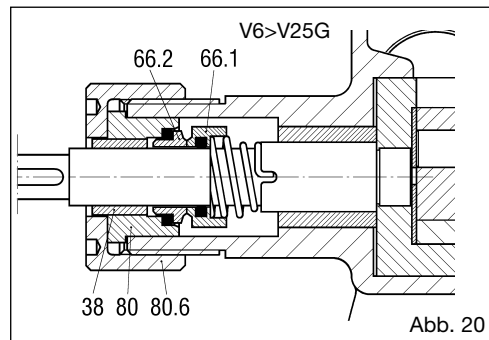

Abb. 20
- Die Feder (41) in den Sitz einsetzen und in Welle mit einer Presse in den Rotor zwingen. Die Feder (42) nicht montieren.
- Die Welle (05) mit der Baugruppe Flansch-Halterung (09), der Packungshalterung oder der Dichtungshalterung (80) und der Halterung zusammenbauen. Dieser Arbeitsschritt ist einfach, wenn die Pumpe vertikal mit aufliegendem Rotor positioniert wird.
12.4 Einbau der mechanischen Dichtung ST5, ST6 Pumpen aus Guss von V6 bis V25 (Abb. 20)
- Die Dichtungshalterung (80) mit dem montierten stationären Teil (66.2) einsetzen.